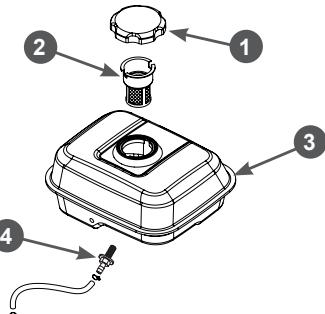

Рис. 12. Топливный бак и топливные фильтры
В топливном баке установлены два сетчатых топливных фильтра. Один фильтр устанавливается в заливной горловине топливного бака. Второй фильтр конструктивно объединен со штуцером топливного бака и установлен внутри бака (Рис. 12).
Каждые 300 часов работы или один раз в год в зависимости от того, что наступит раньше, необходимо производить очистку топливного бака от грязи и конденсата. Перед этим рекомендуется полностью выработать топливо. Одновременно с очисткой топливного бака необходимо проверять и очищать фильтр 4, установленный внутри бака (Рис. 12). Поврежденный или сильно загрязненный фильтр необходимо заменить.
3. Выкрутите из топливного бака выходной штуцер 4 и произведите его очистку (Рис. 12). Внимательно осмотрите сетчатый фильтр. При обнаружении механических повреждений замените штуцер топливного бака.